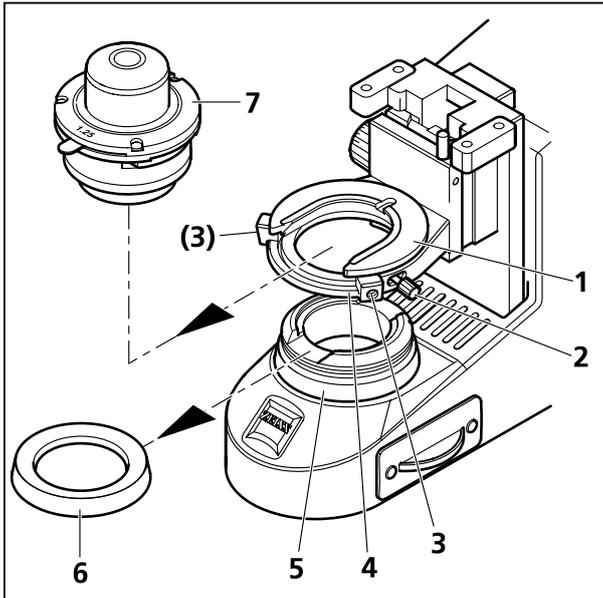
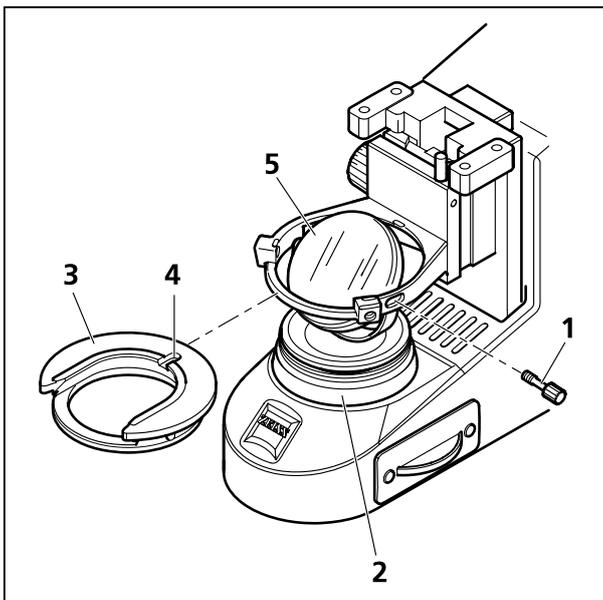

Bild 15 Kondensor aus- und einbauen
Bild 16 Spiegel ein- und ausbauen
- Abdeckkappe (Bild 15/6) von der Leuchtfeldblende (Bild 15/5) abschrauben.
- Klemmschraube (Bild 15/2) des Kondensors und Justierschrauben (Bild 15/3) des Kondensorträgers (Bild 15/4) mit Innensechskant-Schlüssel soweit lösen, dass der Kondensor (Bild 15/7) nach vorn herausgezogen werden kann. Kondensor (Bild 15/7) herausnehmen.
- Klemmschraube (Bild 15/2 bzw. Bild 16/1) aus dem Kondensorträger einsatz (Bild 15/1 bzw. Bild 16/3) herausschrauben.
- Kondensorträger einsatz gegen die Feder nach hinten drücken und schräg nach oben aus dem Kondensorträger (Bild 15/4) herausnehmen.
- Spiegel (Bild 16/5) von oben durch die Öffnung des Kondensorträgers in die Aufnahmebohrung der Leuchtfeldblende (Bild 16/2) einsetzen. Dabei darauf achten, dass der Spiegel waagrecht aufliegt.
- Spiegel (Bild 16/5) durch die Öffnung des Kondensorträgers nach oben herausnehmen.
- Kondensorträger einsatz (Bild 15/1 bzw. Bild 16/3) leicht schräg in die Öffnung des Kondensorträgers einführen. Dabei gegen die Feder nach hinten drücken und waagrecht auf den Kondensorträger auflegen.
- Klemmschraube für Kondensor (Bild 16/1) in den Kondensorträger einsatz einschrauben.
- Kondensor in den Kondensorträgereinsatz einsetzen. Dabei darauf achten, dass sich die Orientierungsschraube an der hinteren Seite des Kondensors in der Nut (Bild 16/4) des Kondensorträgereinsatzes befindet.
- Mit den beiden Zentrierschrauben (Bild 15/3) das beleuchtete Bild symmetrisch zum Sehfeldrand ausrichten.